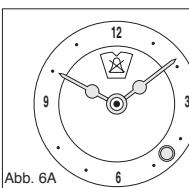

Abb. 6A
**Analoge Zeituhr (Abb. 6A)****Uhr einstellen**